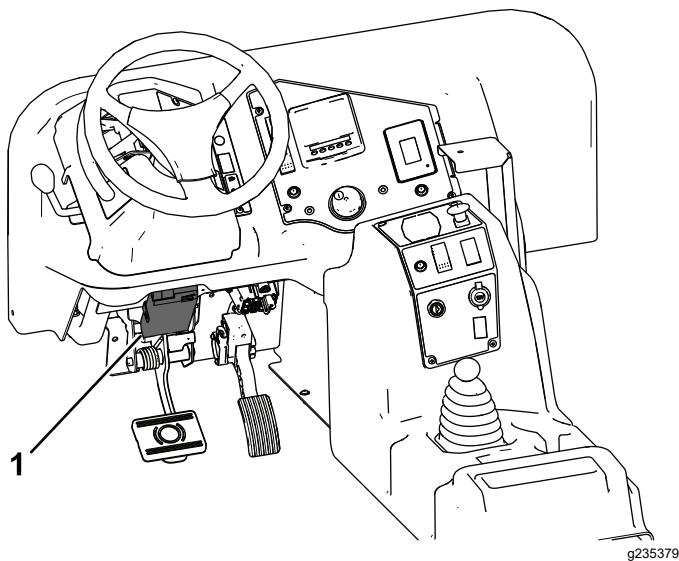

Bild 8
1. Befestigen Sie das Bremssteuergerät (Bild 8) mit den zwei Schrauben (Nr. 10 x 7/8") und Muttern (Nr. 10) im unteren linken Bereich des Armaturenbretts.